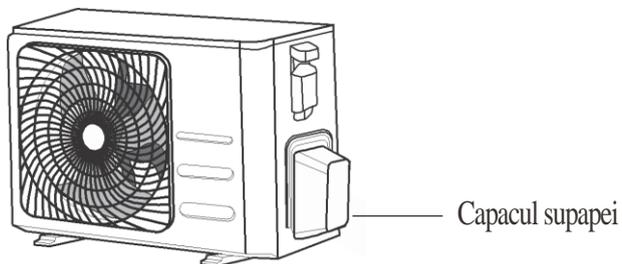

Fig. 5.9
1. Deșurubați capacul de pe supapa ambalată pe partea laterală a unității exterioare. (Vezi **Fig. 5.9**)